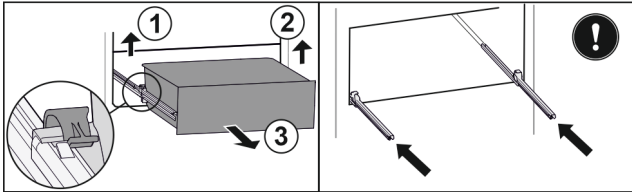

Fig. 125
- ▶ Linke Klemme anheben und gleichzeitig Schubfach links nach vorne ziehen. Fig. 125 (1)
- ▶ Rechte Klemme anheben und gleichzeitig Schubfach rechts nach vorne ziehen. Fig. 125 (2)
- ▶ Schubfach nach vorne entnehmen. Fig. 125 (3)